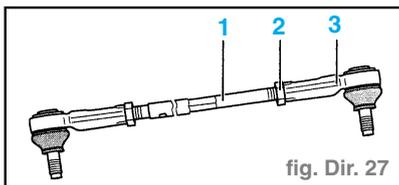

fig. Dir. 27
- Dévisser l'écrou hexagonal (2) et dévisser la rotule (3) de la barre de direction (1) (fig. Dir. 27).